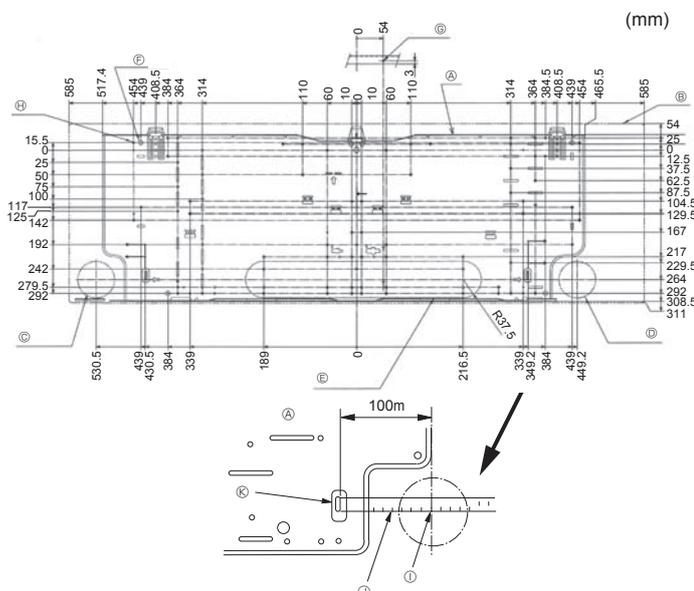

Fig. 3-2
①	Placa de montagem	1	Fixe na parte de trás da unidade
②	Parafuso roscado 4 x 25	7
③	Fita de feltro	2
④	Tubo de ligação em forma de L	1
⑤	Porca de carregamento	1
⑥	Controlador remoto sem fio	1
⑦	Suporte do controlador remoto	1
⑧	Baterias alcalinas (tamanho AAA)	2	Utilize os materiais de embalagem
⑨	Parafuso roscado 3,5 x 16	2
⑩	Separador	1
3.2. Instalação de uma placa de montagem na parede (Fig. 3-2)